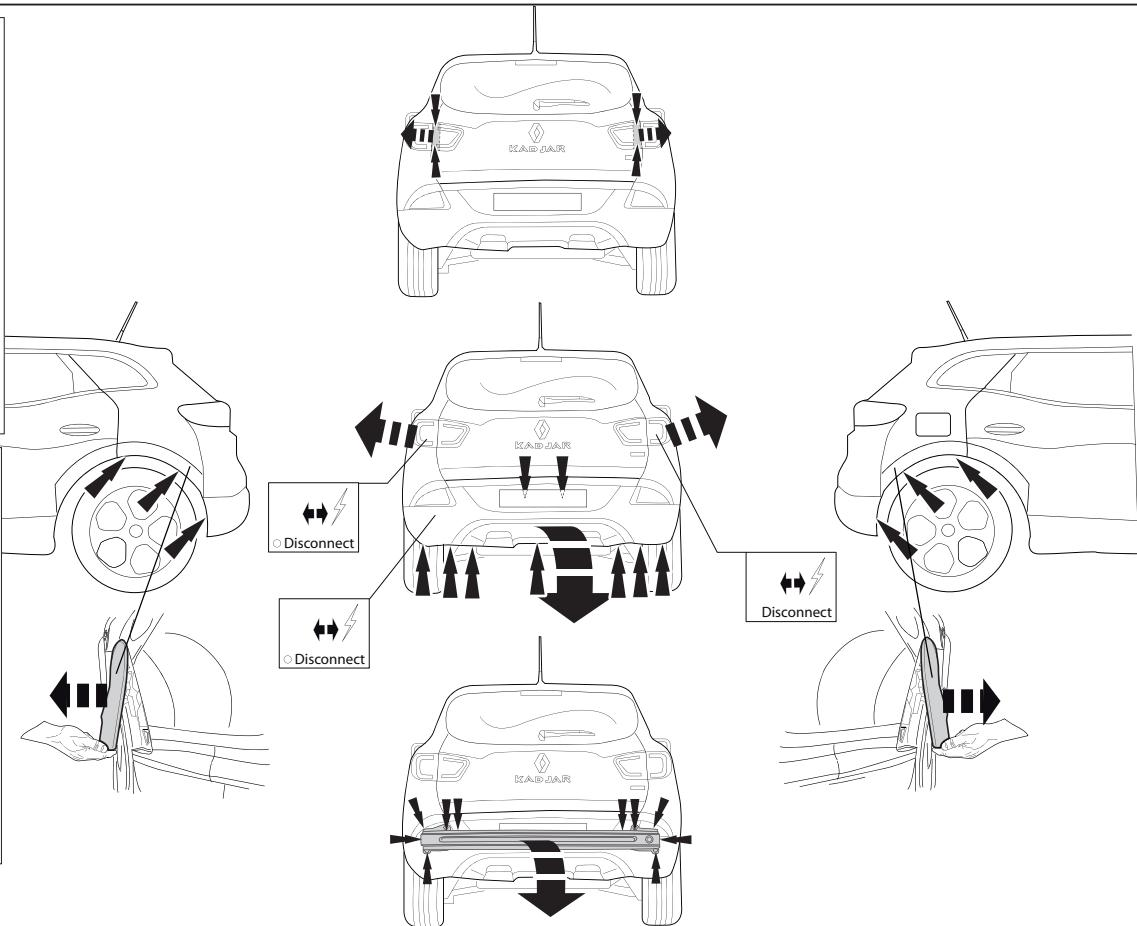

Fig. 1
1. Снять оба блока задних фар. Снять бампер вместе со стальным буферным бруском автомобиля.. См. рисунок 1.